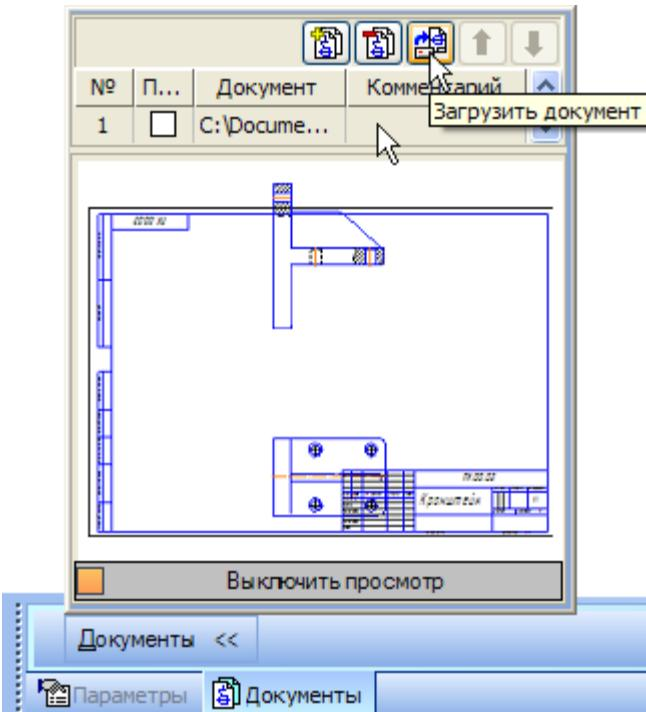

Рисунок 6
- Нажмите кнопку Загрузить документ — чертеж будет открыт в отдельном окне (рис. 6).